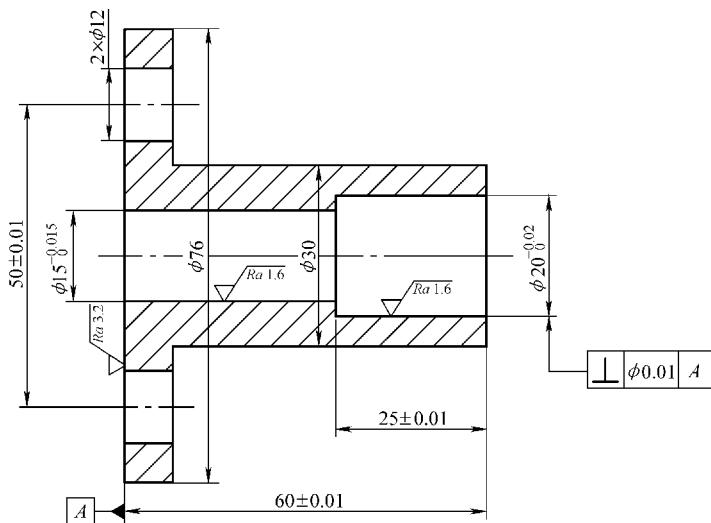

图 8-39 习题 1 图
1. 绘制图 8-39 所示的图形，并标注相应的尺寸、公差、表面粗糙度值等。